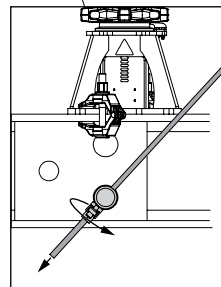

Fig. 13a
- In fase di abbassamento, serrare tutte le congiunzioni. A questo proposito, si vedano le istruzioni di montaggio e d'uso del sistema PERI UP Flex Puntoni ad elevata portata HD (Fig. 13a)